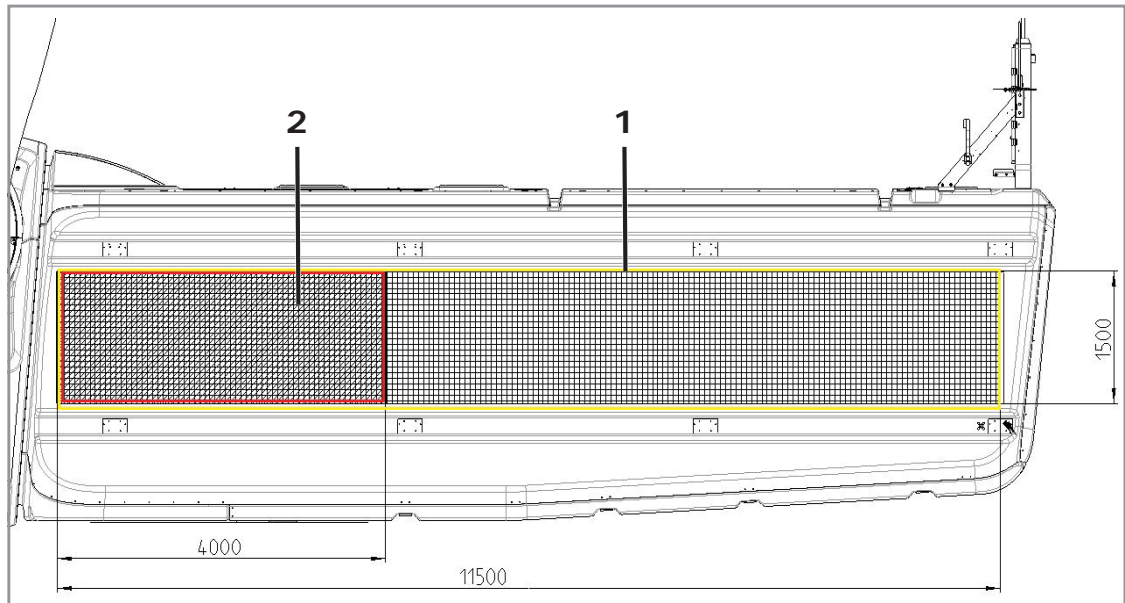
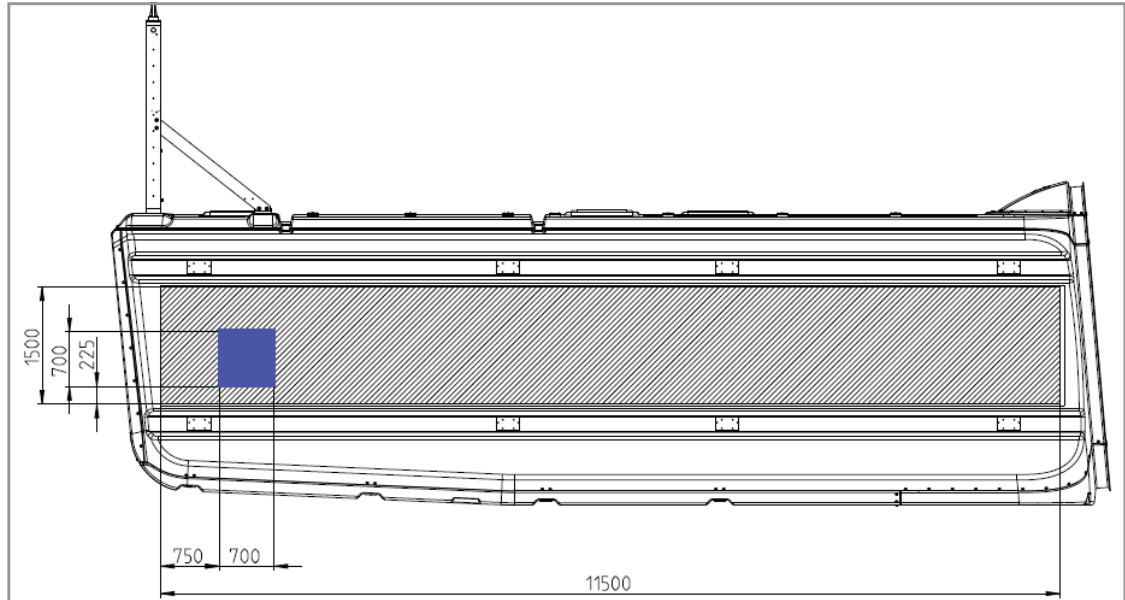

Abb. 3: Position und Größe für Kundenlogos an Delta4000-Anlagen (beidseitig)
Abb. 4: Ausgenommener Bereich für Kundenlogos bei Delta4000-Anlagen auf rechter Seite bei Bauwerkshöhe unter 150 m
- Bei Gesamtbauwerkshöhe > 150 m, Gestaltungsfläche von 1500 x 4000 mm pro Maschinenhausseite, siehe Abb. 3.
- bei Gesamtbauwerkshöhe unter 150 m, Gestaltungsfläche von 1500 x 11500 mm pro Maschinenhausseite, siehe Abb. 3, mit Ausnahme für N149/5.X und N163/5.X auf rechter Seite, siehe Abb. 4.